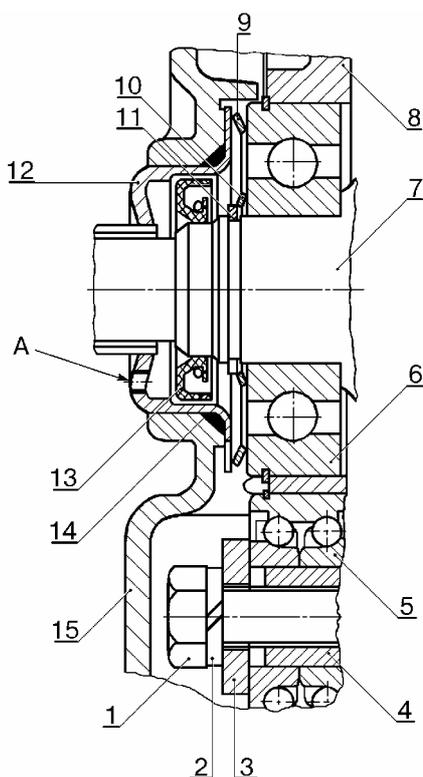
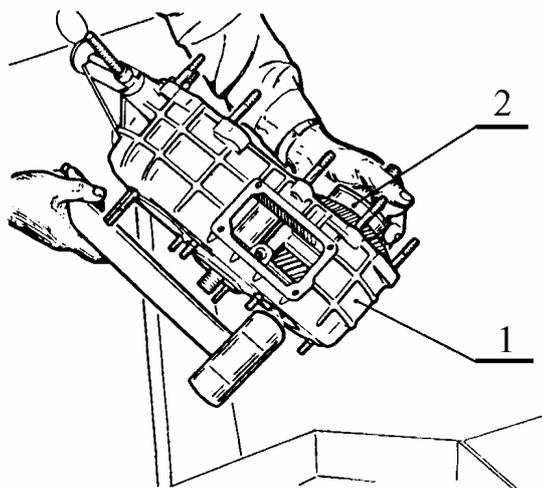

Рис.56. Передняя часть КП:
Рис.10. Снятие ведущего вала:
- застопорить первичный вал 1, рис.10, приспособлением 2, навернуть и затянуть гайку 32, рис.29, заднего конца вторичного вала. Момент затяжки от 70 до 80 Н.м (от 7,0 до 8,0 кгс.м) (приспособление 41.7816-4068, головка сменная 30, вороток, ключ динамометрический типа 02.7812-4001).
- установить на болт 1, рис.56, переднего подшипника 5 промежуточного вала пружинную 2 и зажимную 3 шайбы и завернуть болт в промежуточный вал 4. Затянуть болт с моментом от 80 до 95 Н.м (от 8,0 до 9,5 кгс.м). Снять приспособление 2, рис.10, с первичного вала (головка сменная 19, вороток, удлинитель, ключ динамометрический типа 02.7812-4001);
3.11 Извлечь из картера 1, рис.10, ведущий 2 и промежуточный валы (молоток с пластмассовым бойком).